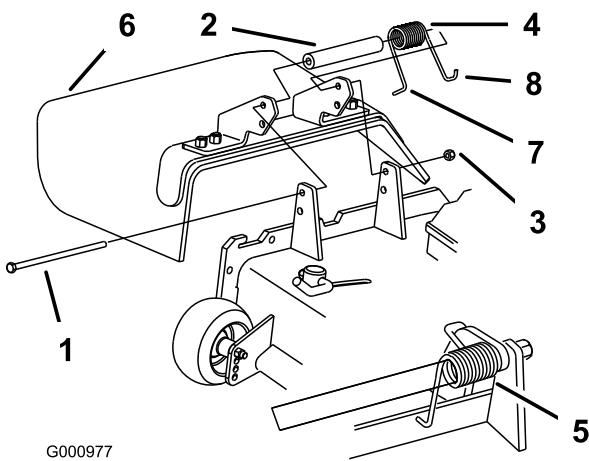

Figura 83
1. Retire la contratuerca, el perno, el muelle y el espaciador que sujetan el deflector a los soportes de pivote (Figura 83). Retire el deflector de hierba dañado o desgastado.
Nota: Asegúrese de colocar el extremo en L del muelle detrás del reborde de la plataforma antes de instalar el perno, según muestra Figura 83.
3. Instale el perno y la tuerca. Coloque el extremo en **J** del muelle alrededor del deflector de hierba (Figura 83).